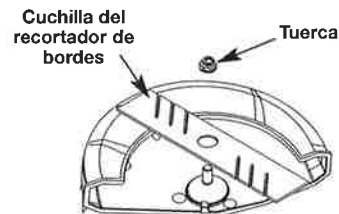

Fig. 17
4. Instale la cuchilla nueva y la tuerca (Fig. 17).
NOTA: Asegúrese de que los bordes de la cuchilla estén orientados en la dirección correcta (Fig. 17). La unidad no funcionará correctamente si la cuchilla de la bordeadora está al revés.